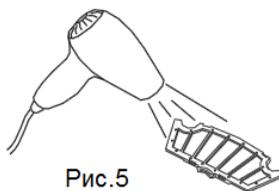
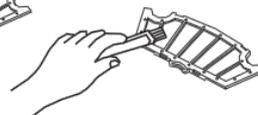

Рис.5
Рис.6
5. Очистите фильтр с помощью фена или щётки для очистки. (См. Рис.5 и Рис.6)